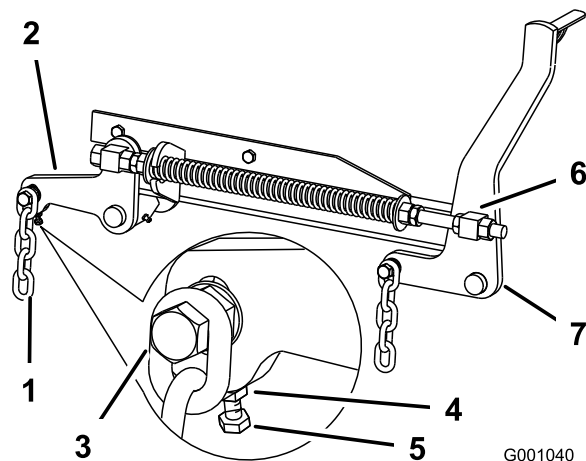

Figura 83
7. Si las medidas realizadas en las posiciones **B** o **C** no son correctas, afloje el perno que fija la cadena trasera al brazo de soporte trasero (Figura 83).
8. Afloje la contratuerca situada debajo del brazo de soporte trasero y ajuste el perno de ajuste hasta obtener una medida de 80 a 83 mm ($3\frac{1}{8}$ " a $3\frac{1}{4}$ ") (Figura 83).
7. Afloje las contratuercas de pivote delantero, en la parte delantera de los pivotes derecho e izquierdo, aproximadamente 13 mm ($\frac{1}{2}$ ") (Figura 83).
8. Ajuste las tuercas de elevación en el lado izquierdo y derecho de la máquina hasta obtener una distancia de 6 a 10 mm ($\frac{1}{4}$ " a $\frac{3}{8}$ ") menos en la parte delantera en **A** que en la parte trasera, en **B** (Figura 83).